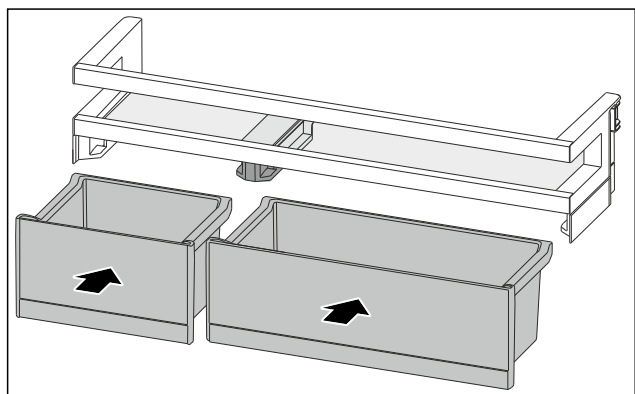

Fig. 86
- ▶ VarioBoxy vložte v opačném pořadí. (viz Fig. 86)